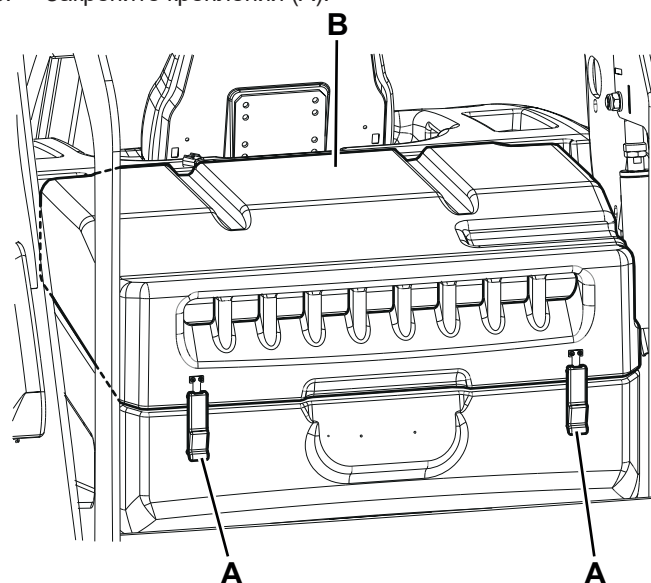

Рис. 16
1. Отведите машину на ровную поверхность, включите стояночный тормоз и поверните ключ зажигания (51) в положение «0».
2. Откройте крышку двигателя отсека (19) и надежно закрепите его с помощью опорного стержня (47).
3. Ослабьте фиксаторы (А, Рис. 16) и откройте крышку вакуумной системы (В).
7. Нажмите на рычаг (Е), чтобы освободить и закрыть крышку (В, Рис. 16).